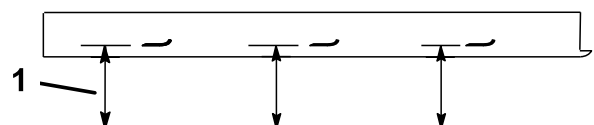

Figure 47
2. Mesurez la distance entre une surface plane et le tranchant (position A) des lames (Figure 47) et notez cette valeur.